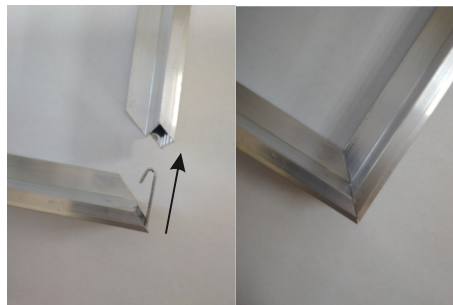

Рисунок 3. Сборка рамки
1. 4 профиля рамки стыкуются друг с другом (рис. 3);